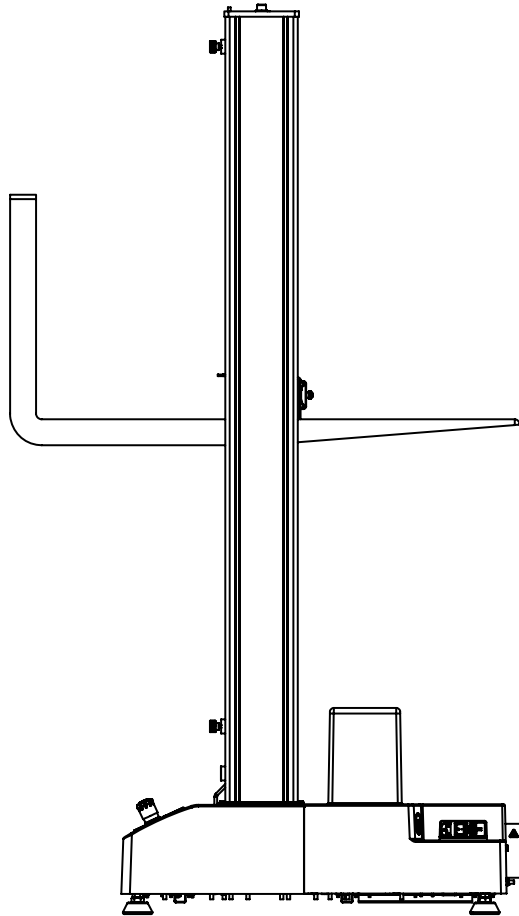

Abbildung 10. Anheben des Prüfrahmens an der Traverse
2. Polstern Sie die Gabel oder die Traversen, um die Traverse zu schützen, und fahren Sie die Gabeln vorsichtig zwischen den Säulen unter die Traverse. Siehe Abbildung 10 auf Seite 60.